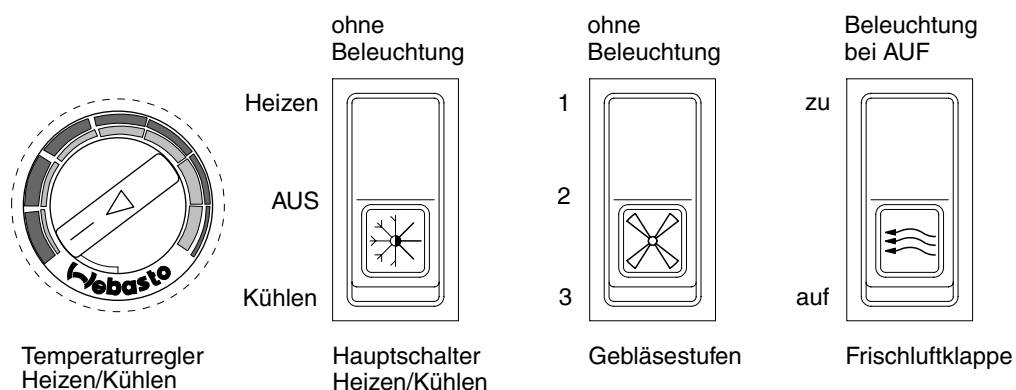

Abb. 3 Bedienelemente
8. Hintere Kunststoffabdeckungen der Revisionsöffnungen (1, Bild 3) an der Innenseite der Fahrzeugschürzen entfernen
Die Bedienung der CC8 Aufdachklimaanlagen mit Heizteil erfolgt über zwei Wipptastenschalter und einen optionalen Temperaturregler (Sollwertgeber-Schalter) gemäß Abb. 3.